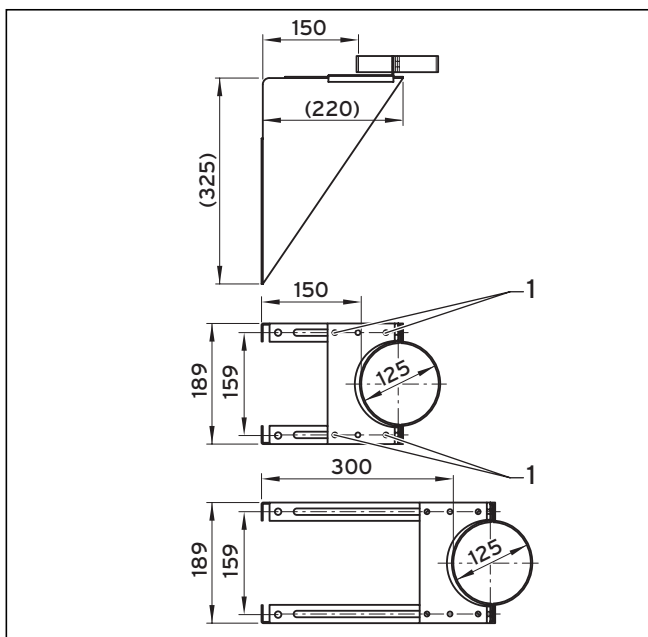

Abb. 4.47 Montage der Wandkonsole
- Stellen Sie den gewünschten Wandabstand ein und ziehen Sie die 4 Schrauben (**1**, Abb. 4.47) in montierbarer Position fest.